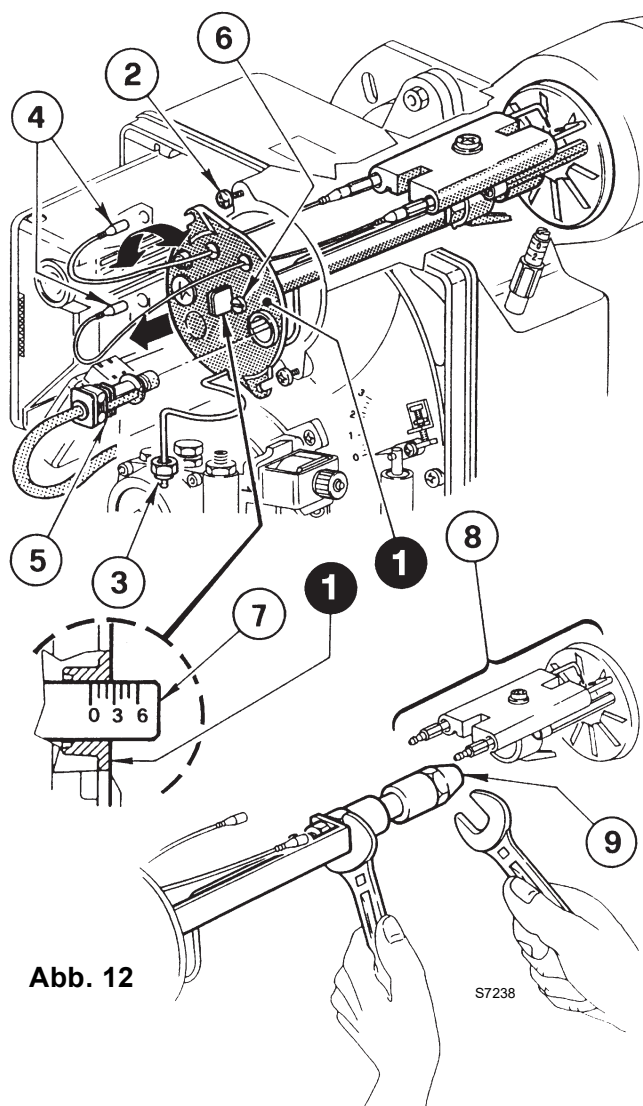

Abb. 12
- Den Düsenstock (1) herausnehmen, nachdem vorher die Schrauben (2) gelockert, die Mutter (3) gelöst, die Zündkabel (4) vom Steuergerät und der Flammenfühler (5) abgenommen wurden, (siehe Abb. 12).
4.3 BRENNKOPFEINSTELLUNG (siehe Abb. 12, Seite 6)
- Öldüse austauschen (siehe Abb. 12, Seite 6) und die korrekte Stellung der Elektroden überprüfen (Abb. 13, Seite 7).